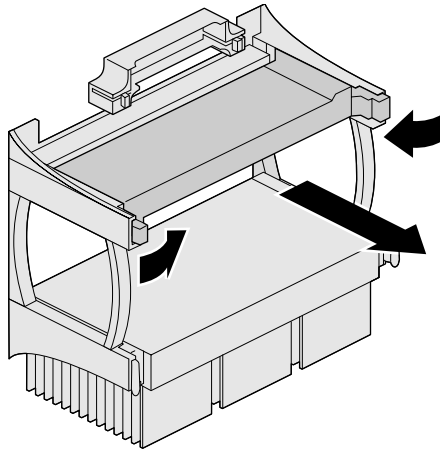

Figura 6-1 Rimozione della scheda del terminatore del processore
5. Se si deve installare un processore secondario, rimuovere la scheda del terminatore del processore dallo slot del processore secondario, come illustrato nella Figura 6-1. Spingere verso l'interno le linguette situate sui bordi esterni del terminatore ed estrarre il terminatore dallo slot.